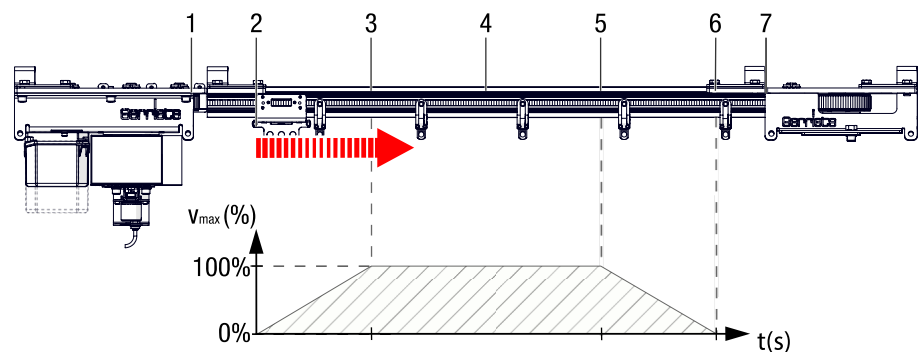

Abb. 22: Schienensystem BELT-TRACK – Endschalter
- Betriebsendpositionen: **2/Abb. 22** (geschlossen) und **6/Abb. 22** (offen)
- Not-Endpositionen: **1/Abb. 22** (geschlossen) und **7/Abb. 22** (offen)
Bei Antrieben mit höherer Geschwindigkeit, wie dem BT-L, kann ein Getriebe-Endschalter mit 6 Kontakten eingesetzt werden. Dieser ermöglicht zusätzlich die Einstellung von Vor-Endpositionen (**3/Abb. 22** – geschlossen bzw. **5/Abb. 22** – offen).
Diese Vor-Endpositionen erlauben eine Rampenfahrt, bei der die Geschwindigkeit vor Erreichen der Betriebsendposition reduziert wird (siehe Diagramm Abb. 22 unten). So kann der Antrieb sanfter und materialschonender stoppen – individuell anpassbar je nach Anforderung.
Darüber hinaus können Zwischenpositionen mit einer digitalen Ansteuerung durch Gebereinheiten geschaltet werden (**4/Abb. 22**).